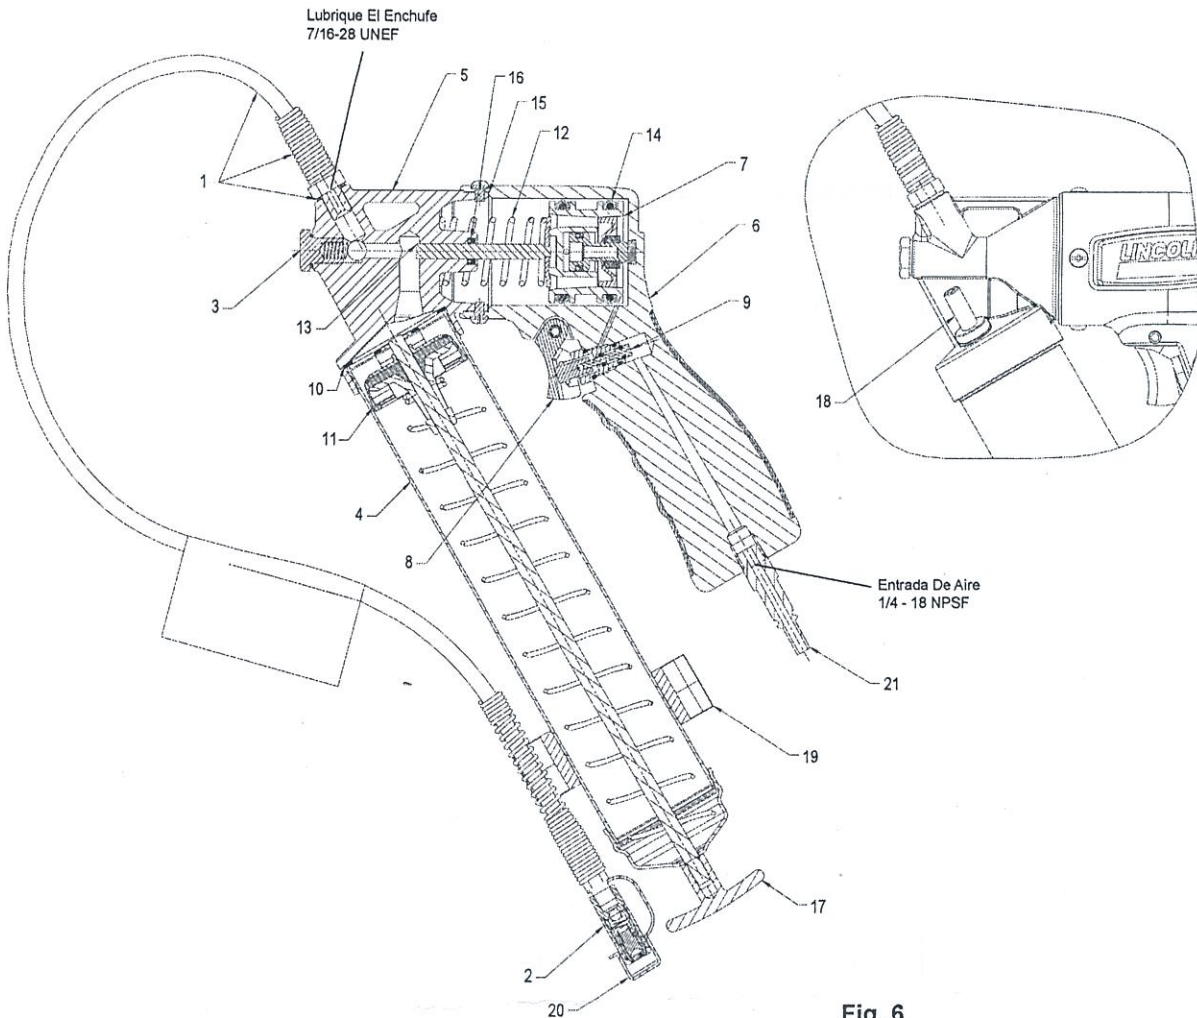

Fig. 6
- ・タンクをガンに取付けるために、ホースからグリスが出るまでガンを操作してください。ハンチバルブ(18)(図6)を使ってエアーホケットを排除します。ガンを10~15秒操作してもうまくいかない時はエクステンションホースや固い連結部を外してグリスが出口から排出されるまでガンを操作してください。